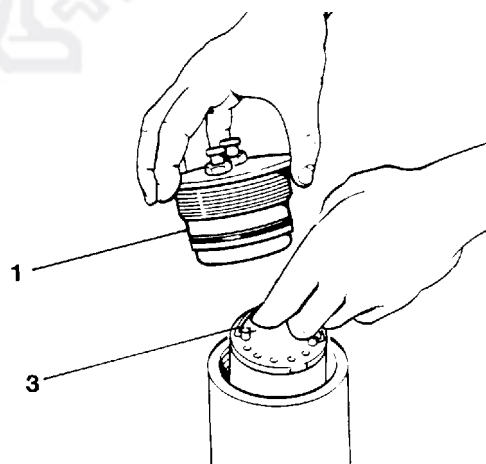

Рис. 46 Замена патрона
- Снимите старый патрон с крепящей скобы (3, Рис. 46).
- Наденьте вновь резьбовое соединение (1), закрутите вручную и затяните крепко при помощи специального ключа.